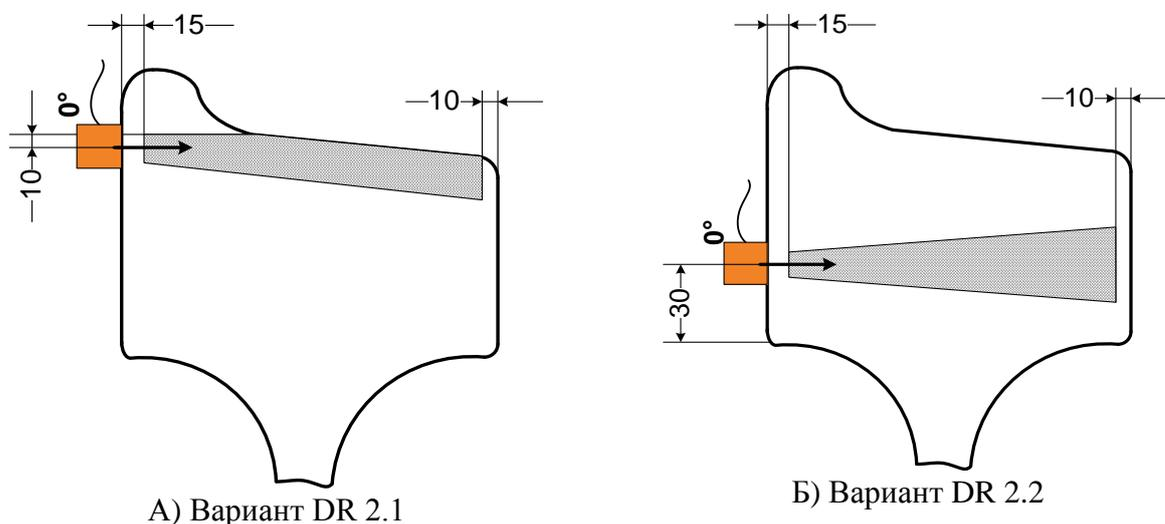

Рис.9.3.1. Схема прозвучивания колес по варианту метода DR2.
Контроль выполняют с внутренней боковой поверхности обода в осевом направлении продольными волнами при установке ПЭП под уровнем поверхности катания (DR2.1 Рис.9.3.1.А) или на расстоянии 30 мм от нижнего края обода (DR2.2 Рис.9.3.1.Б) и сканировании по окружности с целью выявления в основном сечении обода дефектов типа продольных усталостных трещин, развивающихся преимущественно перпендикулярно поверхности катания, расслоений, неметаллических включений и других внутренних несплошностей.
- вариант DR2.1. Провести круговое сканирование, удерживая ПЭП на расстоянии 10мм под уровнем поверхности катания, Рис.9.3.1.А;
- вариант DR2.2. Провести круговое сканирование, удерживая ПЭП на расстоянии 30мм от нижней грани обода, Рис.9.3.1.Б.